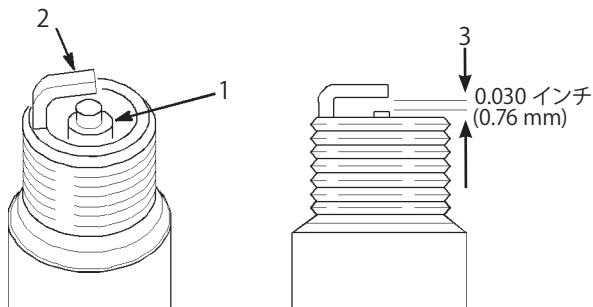

図59
1. 中央の電極部 (図59) を観察する。薄茶色や灰色になっていれば正常に燃焼している。碍子が黒くなっているのは不完全燃焼である (エア・クリーナの汚れが原因であることが多い)。
2. すきまゲージでエア・ギャップの点検を行い、隙間の大きさが適切でなければ側面の電極を注意深く曲げて調整する (図59)。
全部で2本のヒューズを使用し、2本の未使用スロットがあります。ヒューズは運転席下 (図59) に取り付けられています。